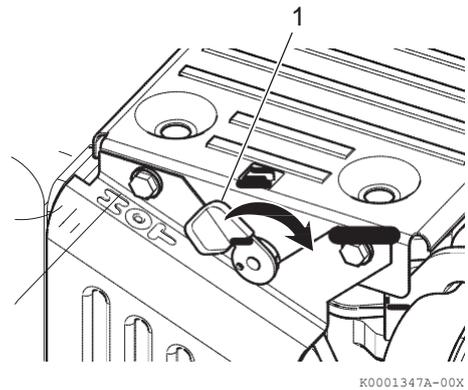

Figure 6
4. Poussez le levier de décompression (**Figure 6, (1)**) vers le bas et relâchez-le. Le levier de décompression retourne automatiquement en position initiale au démarrage du moteur. Certains moteurs modèle L-N ont un mécanisme de décompression automatique interne et n'ont pas de levier de décompression externe. Voir les instructions spécifiques relatives à votre machine.